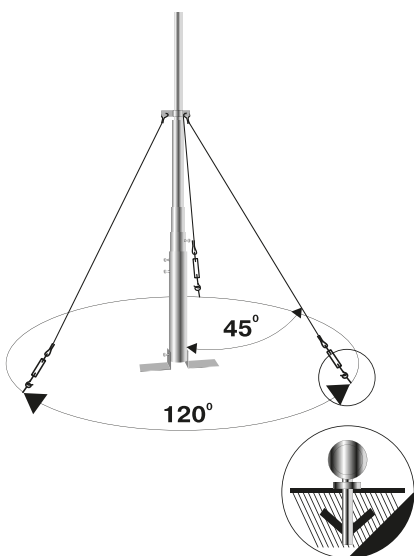

Рисунок 1
- 3 Места для крепления оттяжек следует выбирать таким образом, чтобы их ветви проходили через горизонтальную окружность, центром которой является вертикальная ось мачты. Угол между ветвями оттяжек должен быть 120° в горизонтальной плоскости. Для увеличения несущей способности мачты и уменьшения нагрузки на ветви оттяжек и элементы крепежа следует увеличивать угол между вертикальной осью мачты и оттяжкой (т.е. угол должен быть более указанного угла 45°). см. Рис. 1.
- 6** Используя болты, анкеры, дюбеля, необходимо прикрепить уголки подпятника к основанию (месту установки). Рис. 3а. Установите элементы крепежа для монтажа оттяжек в предварительно выбранные точки Рис. 1 и Рис. 4. Закрепите в необходимых местах мачты хомуты под оттяжки (Рис.5а., Рис.5б.) (при наличии в комплекте хомута-шайбы, просто надеть на соответствующее колено).